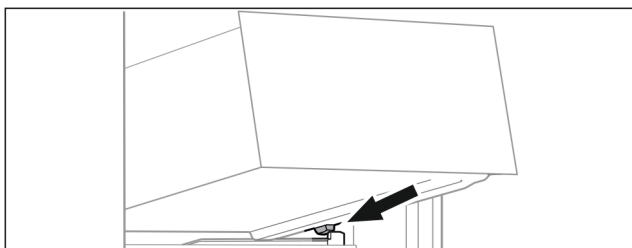

Fig. 64
- ▶ Наклоняя вниз, установите выдвижной ящик за стопору на контейнерное ребро. (см. Fig. 64)